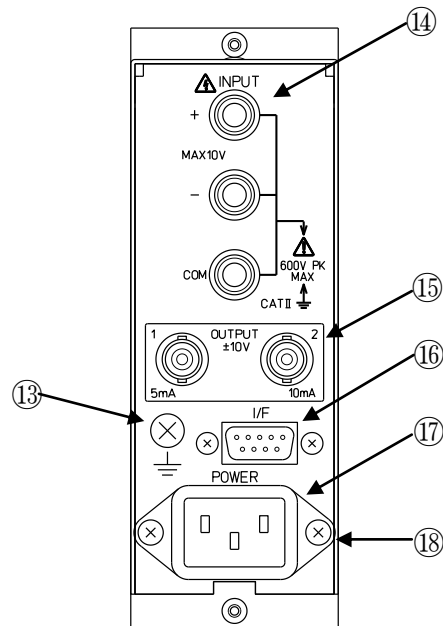

図3 背面パネル
⑪	CAL (校正値印加スイッチ 及び表示LED)	このスイッチを押すと、ON表示LEDが点灯し校正値が印加されます。もう一度押すとLEDは消灯し印加されなくなります。出力は+2Vに③VARで設定されている利得を乗じた値になります(VAR左一杯時は+2V)。CAL電圧は信号に重畳されますので測定中はOFFにしてください。
⑫	LPF (ローパスフィルタ切換 スイッチ及び表示LED)	このスイッチで本器の出力フィルタを切り換えます。本器のフィルタは3ポールベッセル形(降下特性-18dB/oct)となっています。カットオフ周波数は10, 100, 1k, 10kHzです。W/B時は(100kHz+1, -3dB)となります。
2.2 背面パネル各部の名称と機能 (図3参照)